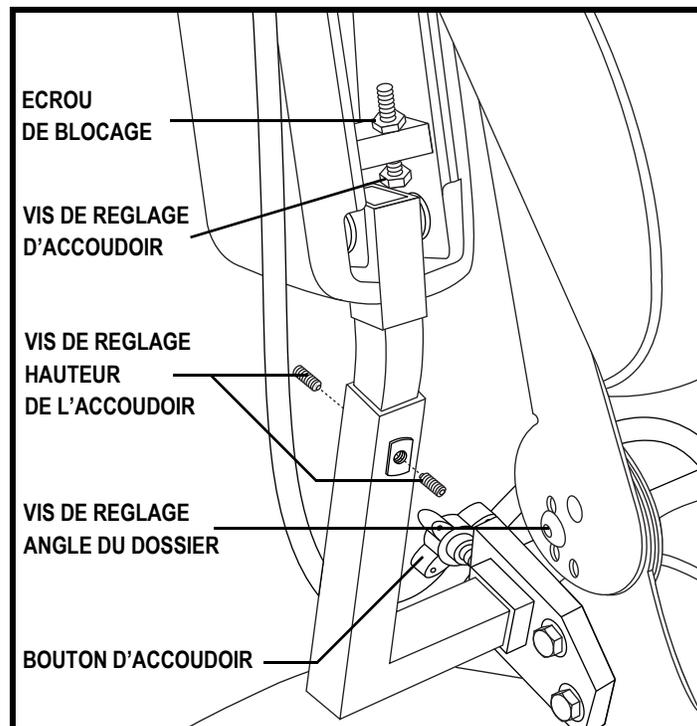

Figure 17. Réglages accoudoirs et dossier
1. Retirez la vis de réglage de l'inclinaison du dossier de chaque charnière. **Voir la figure 17.**
1. Repérez les deux boutons de réglage sur le support des accoudoirs. **Voir la figure 17.**
2. Desserrez l'écrou de verrouillage. **Voir la figure 17.**